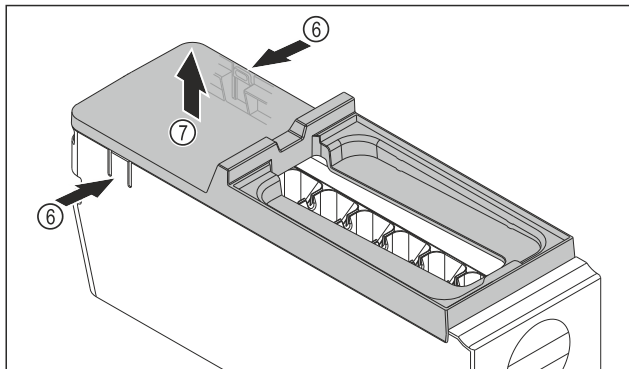

Fig. 87
- Vyjmutí krytu korpusu EasyTwist-Ice: Lamely Fig. 87 (6) na obou stranách korpusu EasyTwist-Ice stlačte jednou rukou.
- Kryt Fig. 87 (7) vyjměte druhou rukou nahoru.